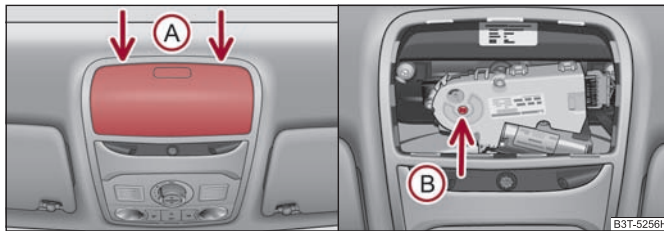

Abb. 45 Ausschnitt des Dachhimmels: Ansatzpunkte des Schraubendrehers / Notbetätigung
- Setzen Sie einen Schraubendreher mit der flachen Klinge vorsichtig an der hinteren Seite der Abdeckung für den elektrischen Antrieb ① ⇒ Abb. 45 an.
- Stecken Sie einen Innensechskantschlüssel, Gr. 4, bis zum Anschlag in die Öffnung ② und schließen bzw. öffnen Sie das Panorama-Schiebedach.